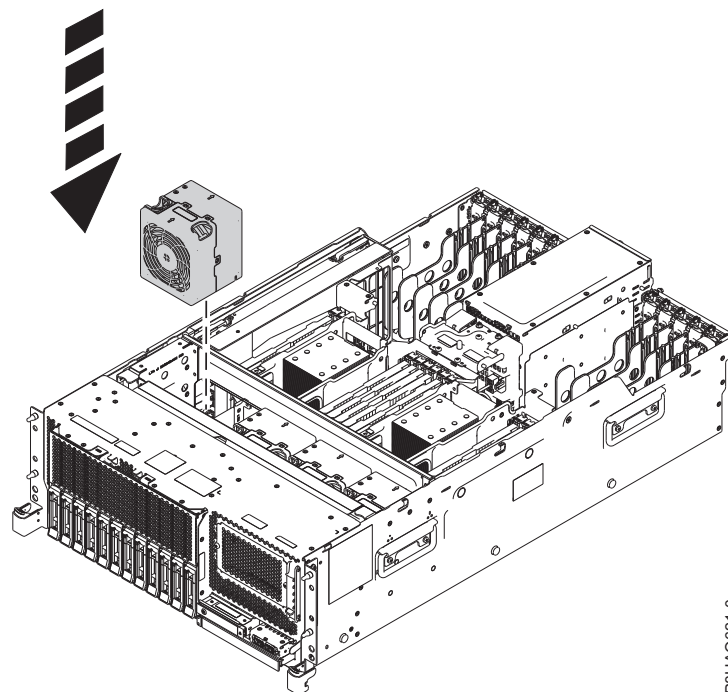

図 5. ラック・マウント型システムでのファンの再取り付け
- a. ラック・マウント型システムの場合は、図 5 に示すように、ファンの陶器製のタッチ・ポイントを同時につまんで、ファンをファン・ケージのスロット内に下ろします。
- b. つまんでいた陶器製のタッチ・ポイントを離して、ファンを押し下げて取り付け、ロックします。図 5 を参照してください。